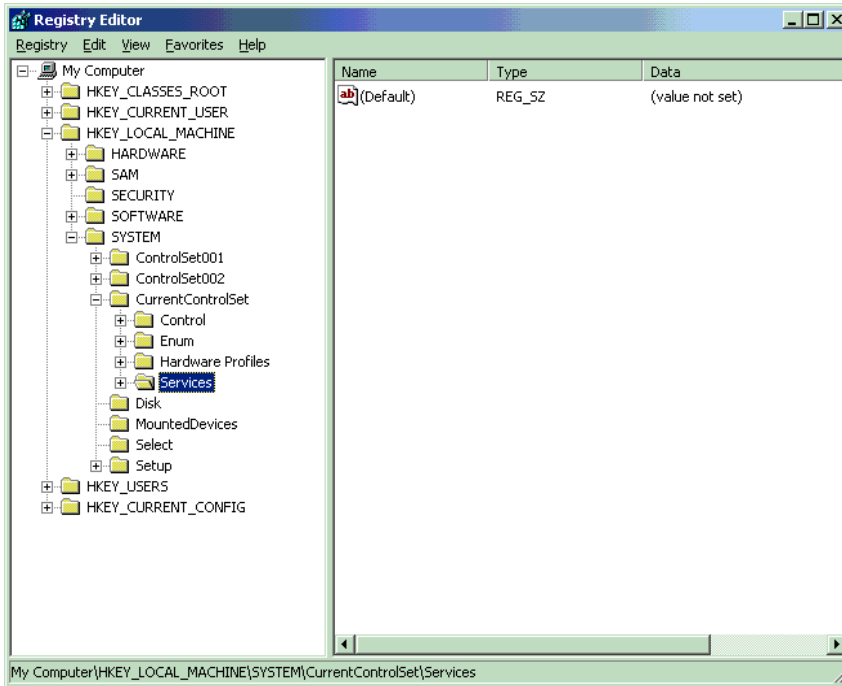

Bild 54: Windows NT Registrierungs-Editor
- Als nächstes wird der Treiber in die *Registry-Table* eingetragen: Benutzen Sie dazu das Programm REGEDIT im WINDOWSNT - Verzeichnis. Durchlaufen Sie den Registrierungsschlüsselbaum bis zu der Eintragsgruppe *Services* (siehe Bild 54).